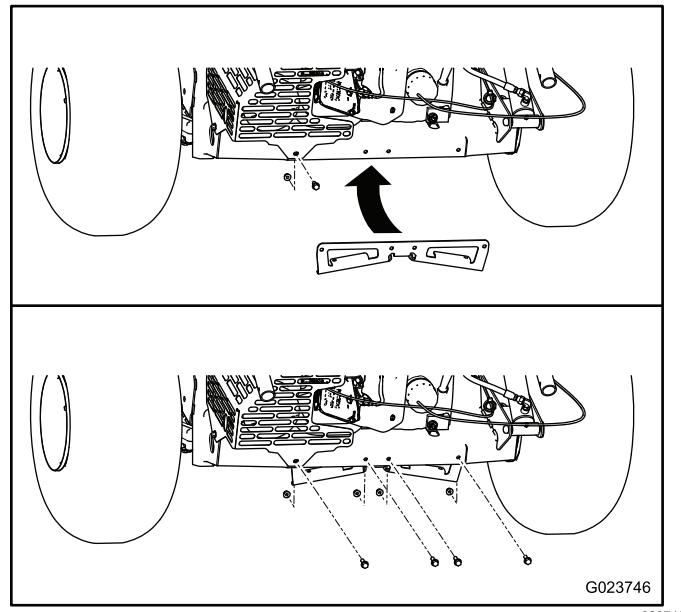

Bild 14
- Entfernen Sie die Mutter und die Schraube, mit denen das Auspuffschutzblech am Heck der Maschine befestigt ist (Bild 14).
- Befestigen Sie die Rahmenhalterung mit vier Schrauben (5/16" x 1") und vier Sicherungsbundmuttern (5/16"), siehe Bild 14.